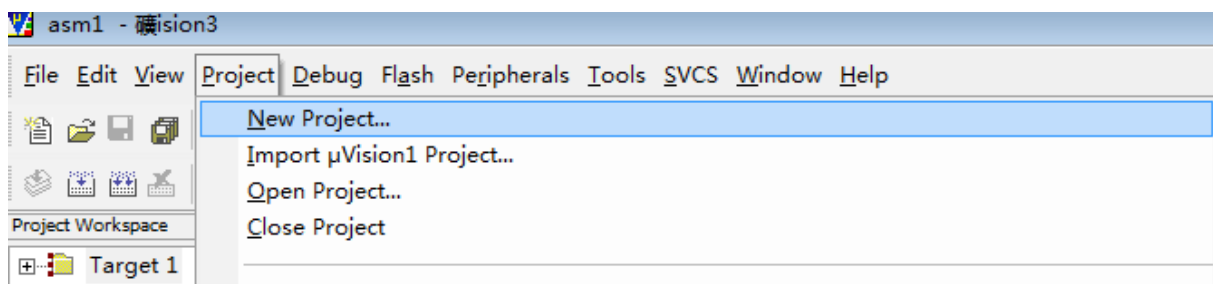
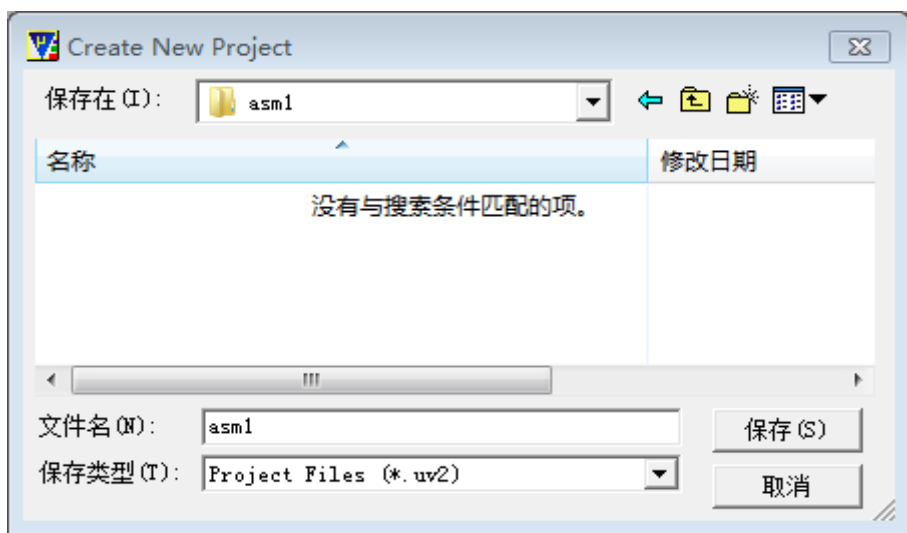

图2-1-1 工程下拉菜单
图2-1-2 工程保存对话框
(1) 运行Keil C51 软件，进入Keil C51 集成开发环境。
(2)选择工具栏的**Project** 选项，如图2-1-1 所示，弹出下拉菜单，选择**NewProject** 命令，建立一个新的 μ Vision3 工程。这时会弹出如图2-1-2 所示的工程文件保存对话框，选择工程目录并输入文件名Asm1 后，单击保存。